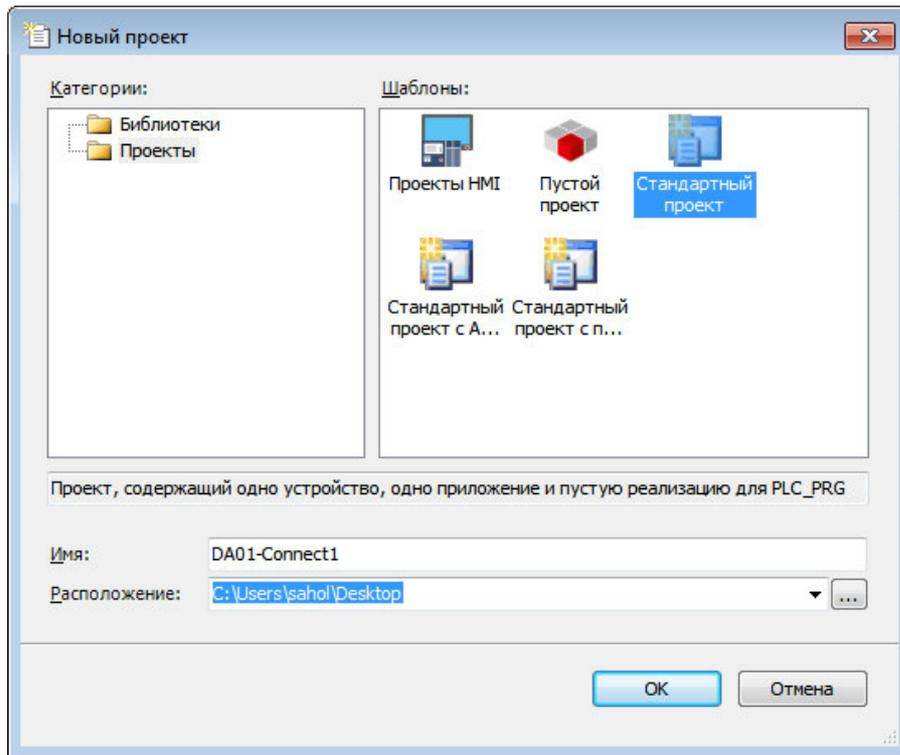

Рисунок 3.2 – Создание шаблона стандартного проекта
2. В окне «**Новый проект**» (рисунок 3.2) в списке **Шаблоны:** выбрать шаблон *Стандартный проект*.